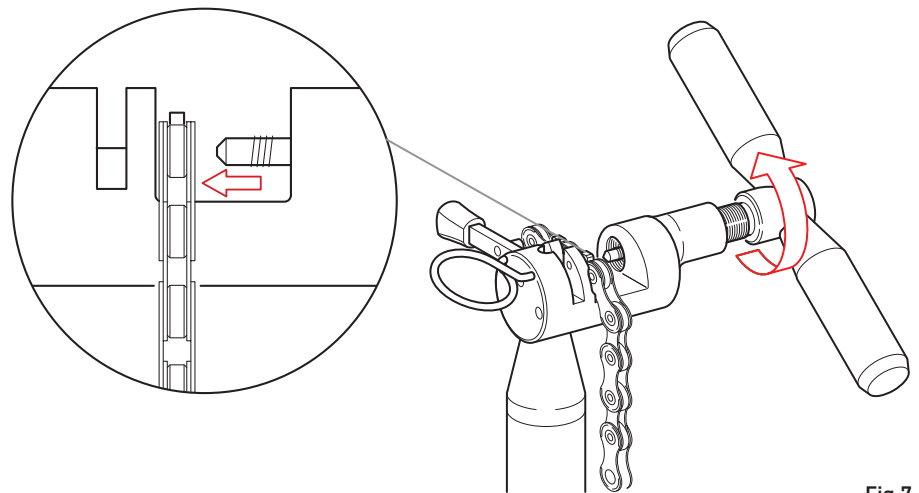

Fig.7
- vissez l'outil jusqu'à ce que le rivet sorte complètement du perçage du maillon (Fig. 7).